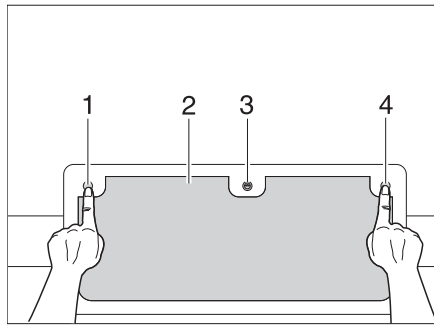

Fig. 35 Serratura dello sportello con bottoni automatici, chiusa
- Inserire la chiave nel cilindro della serratura (Fig. 35,3) e ruotare di un quarto di giro.
- Premere i tre bottoni automatici (Fig. 35,1, 3 e 4).
- Chiudere completamente lo sportello esterno (Fig. 35,2) fino ad udire la chiusura a scatto.
- Inserire la chiave nel cilindro della serratura (Fig. 35,3) e ruotare di un quarto di giro. La serratura è bloccata.